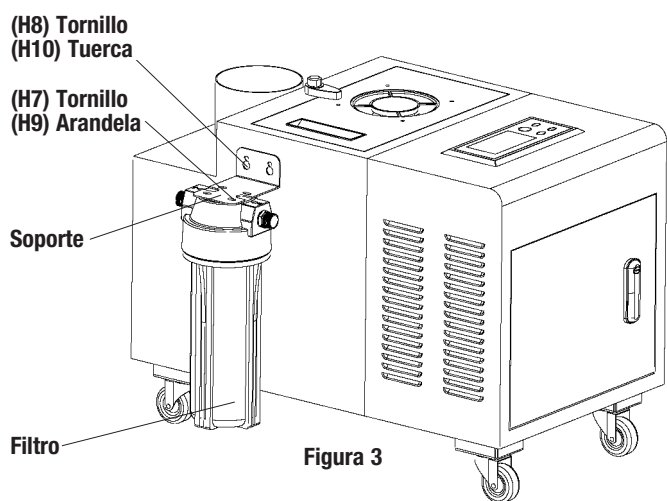

Figura 3
Instale el filtro de agua usando el soporte de montaje como se ilustra en la Figura 3. El filtro permite que el sistema de agua del humidificador funcione sin problemas y evita que las impurezas del agua fluyan hacia la unidad, bloqueen la válvula solenoide y obstruyan el sistema.
- Usando los cuatro tornillos suministrados, fije el filtro debajo del soporte (Figura 3).